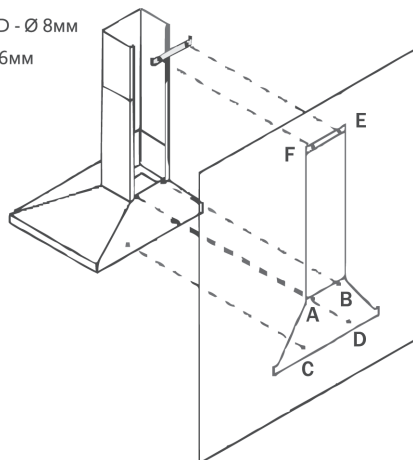

Рис. 11
8. Поместите внутренний декоративный короб в наружный. Установите наружный короб на корпус вытяжки и закрепите его винтами. Внутренний короб поднимите вверх до совмещения узлов крепления короба и планки и соедините их винтами (рис. 11).